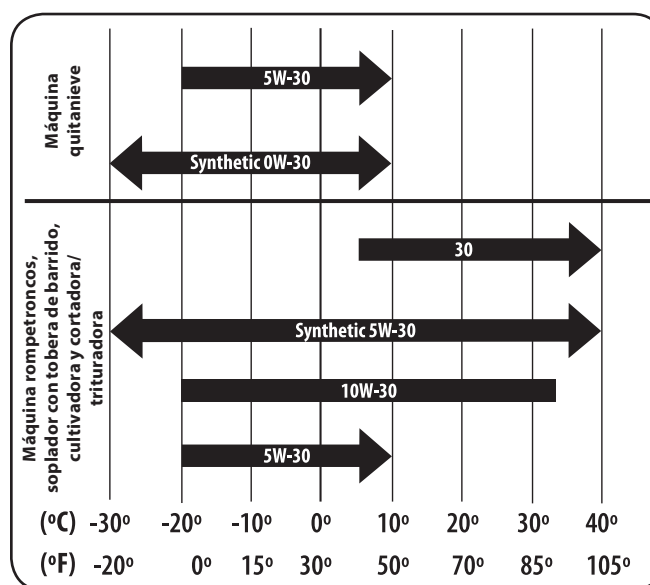

Figura 6-1
Consulte la tabla de viscosidad (Figura 6-1) para las recomendaciones relacionadas con el aceite. No llene excesivamente. Use un aceite para motor de cuatro tiempos, o un aceite detergente de calidad premium equivalente con certificado que cubra o exceda las exigencias de los fabricantes de automóviles americanos respecto de la clasificación de servicio de nivel SG y SF como mínimo (se aceptan clasificaciones de letras superiores como grados SJ, SL y SM). El aceite para motor tendrá esta designación en el envase.
9. Llene con el aceite recomendado. Consulte la Figura 6-1.